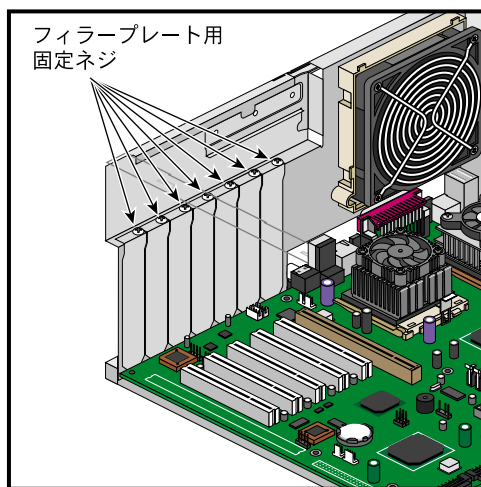

図 2-19 拡張スロットのフィラープレート用固定ネジの位置
- 図2-19に示す固定ネジをしっかりと締めます。
- 図2-19に示す固定ネジを取り外します。